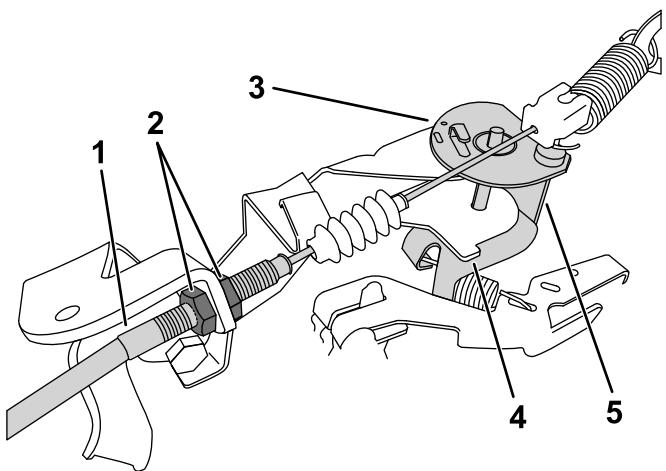

Bild 36
3. Lösen Sie die vordere Klemmmutter am Bowdenzug und ziehen Sie die hintere Klemmmutter an, um den niedrigen Leerlauf zu erhöhen (Bild 36).